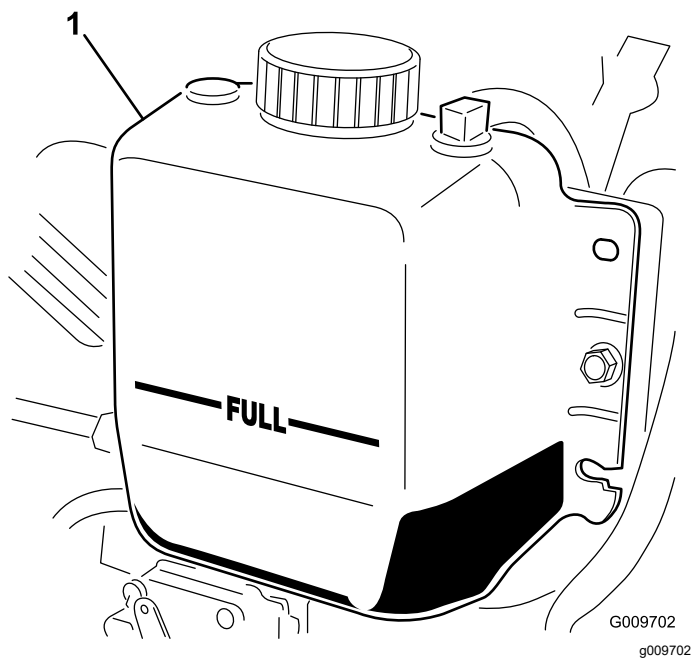

Bild 77
3. Prüfen Sie den Kühlmittelstand im Kühler. Der Kühler sollte bis zur Oberseite des Füllstutzens und das Ausdehnungsgefäß bis zur VOLL-Markierung gefüllt sein (Bild 77).